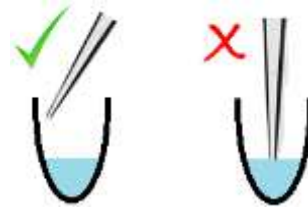

Abbildung 1
- Nach dem Mischen **10 µl** entnehmen und in die NTC-Kavität (Kavität 96, Position H12) pipettieren (siehe auch Abbildung 1 und 2).
- Jeweils **10 µl** der DNA/Plex Mix/Wasser-Lösung in die Kavitäten 1-95 der HISTO TYPE Rainbow LC480 Platte verteilen (bitte Abbildung 1 und 2 beachten). Die NTC-Kavität 96 (Position H12) darf nicht mit dem DNA-Mix befüllt werden, weil dies zu einer positiven Reaktion führt und damit zu einem invaliden Ergebnis führt!
**Hinweis:** Beim Pipettieren in die PCR-Kavitäten ist es wichtig, dass die Pipettenspitze nicht mit den getrockneten Mixen (blau eingefärbt) am Boden der Kavitäten in Kontakt kommt. Es sollte seitlich an die Gefäßwand pipettiert werden, damit sich die 10 µl durch die Gravitation mit dem getrockneten Mix mischen können (siehe Abbildung 1).